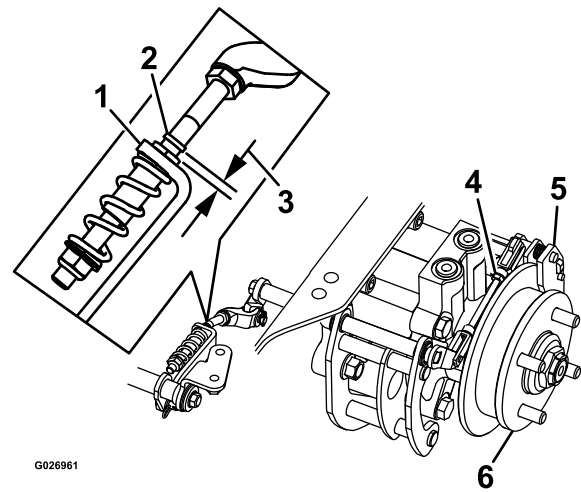

Figura 89
7. Compruebe si hay un espacio visible entre la escuadra y el tope del acoplamiento (ver Figura 89).